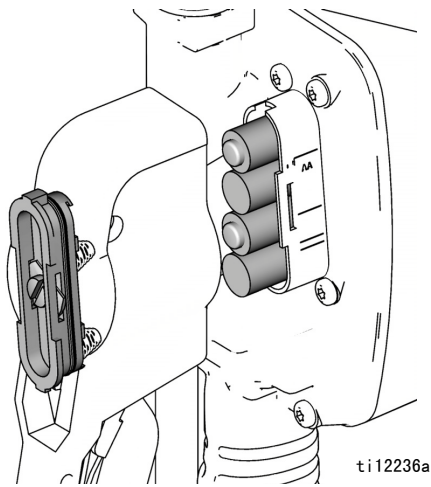

图 22
2. 装上**四节新**电池。请参见图 22 以确定电池在流量计中的正确方向。应确保电池都安装正确，否则流量计不会工作。